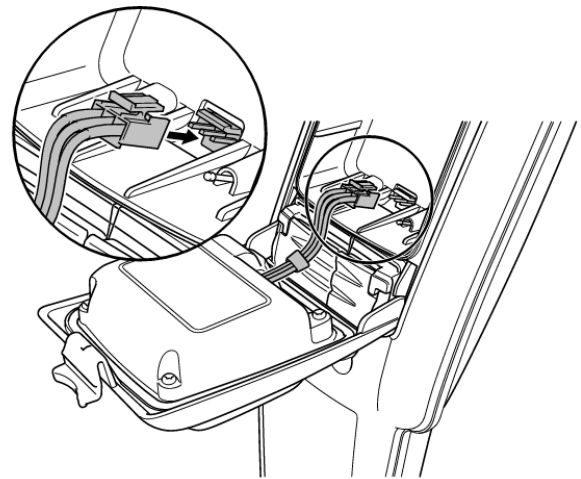

図 4.7 リチウムイオンリード線の接続
- 2 リチウムイオン電池パックを使用している場合は、リードコネクタを抜き取ります(図 4.7 を参照)。
リチウムイオンのバッテリーパックを使用する場合は、リードをバッテリーコネクタに差し込みます(図 4.7)。